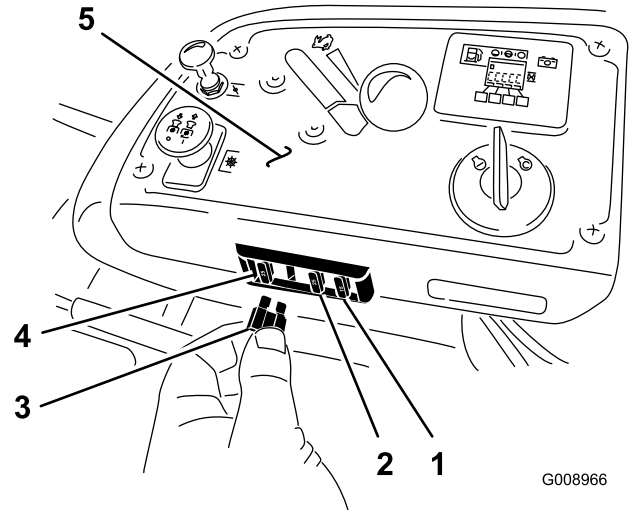

Figura 54
1. Los fusibles están situados en la consola de la derecha, junto al asiento (Figura 54).
3. Instale un fusible nuevo (Figura 54).